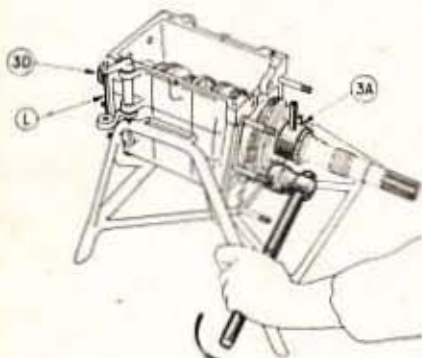

Fig. 67. — Dépose de l'écrou de l'arbre récepteur
• Déposer la plaque L, la clé 3 D et l'écrou de l'arbre récepteur puis la fourche 3 A (fig. 67).